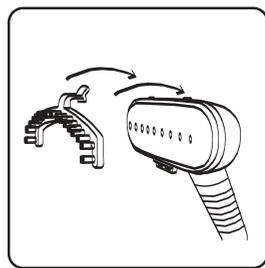

рис.4
6.1.5 При необходимости наденьте насадку-щетку на распылитель и закрепите (рис.4).